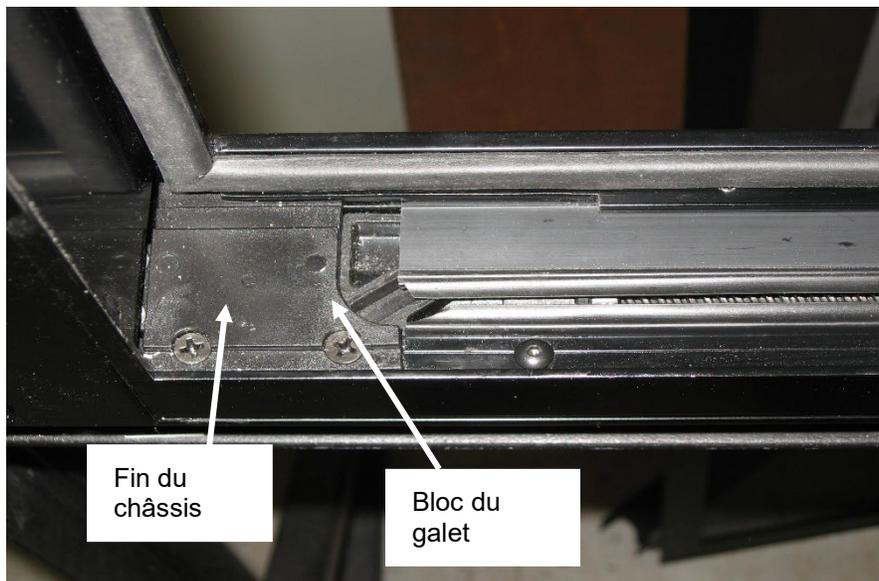

FIGURE 49: ALIGNEMENT ADÉQUAT
1. Aligner le bord avant de l'encoche située sur le bloc du galet suiveur inférieur et la fin du châssis. Utiliser l'interrupteur à bascule pour obtenir le bon alignement. (Figure 49).